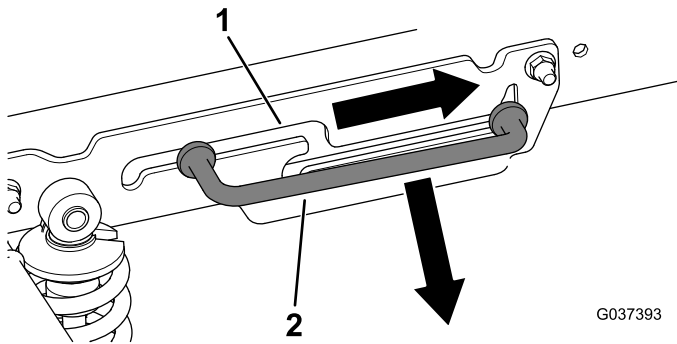

Figuur 2
2. Verwijder de 3 flensschroeven (5/16 x 3/4 inch) en steunstang-U-beugel van de steunstang (Figuur 2).